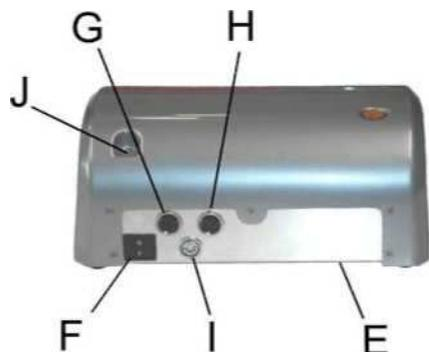

Рисунок 2.4 Задняя сторона
Гнезда для некоторых аксессуаров системы помещены на задней стороне прибора. Рисунок 2.4 дает их подробное описание:
- Вставьте соединитель внешней блокировки в соответствующее гнездо в задней части устройства (см. рис. 2.4) или соединитель, поставляемый в комплекте с оборудованием (описание сети блокировки дано в следующем параграфе).
- Вставьте соединитель ножного переключателя в соответствующее гнездо в задней части лазера (см. рис. 2.4).
- Вставьте силовой кабель в соответствующее гнездо в задней части прибора (см. рис. 2.4), и подсоедините его к электрическому вводу.